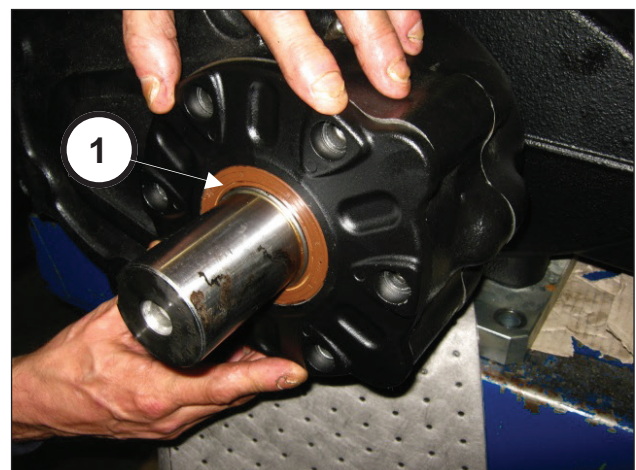

Abb. 94
Geben Sie besonders beim Einsetzen des Ölabbstreifrings auf das Ritzel acht, um den Ring nicht zu beschädigen (Pos. ①, Abb. 94)